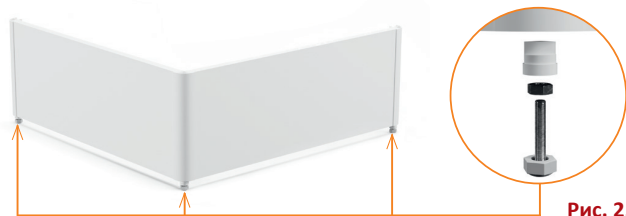

Рис. 2.3
2. Соберите три подпятника (рис. 2.3), установите их в отверстия ножек. При установке соблюдайте геометрию подпятника и отверстия ножки.